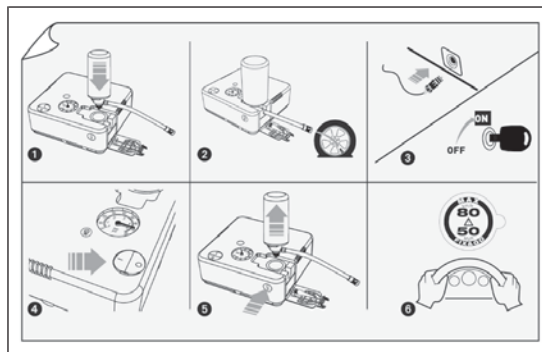

fig. 120
- un dépliant informatif fig. 120, pour une utilisation rapide et correcte du Fix&Go ;